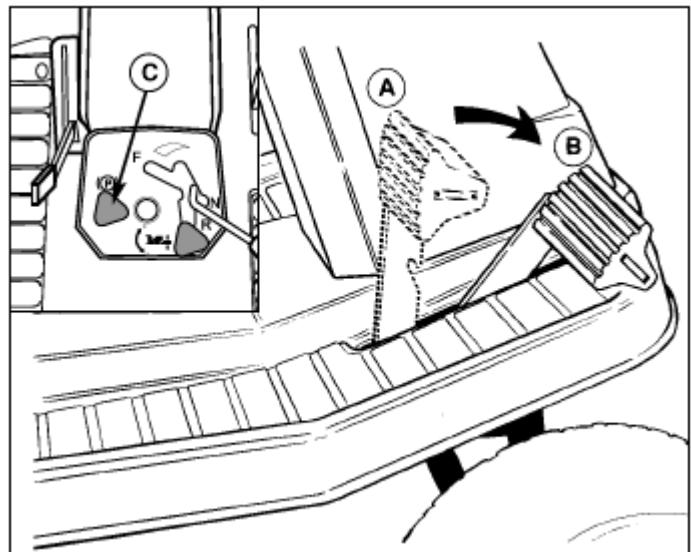

図2 ブレーキペダル
- 図2のAの位置からBの位置までペダルを踏み込むと、トランスミッションドライブが開放され、走行速度調節バーがニュートラルの位置に戻ります。Bの位置に完全にブレーキを踏み込むと芝刈機は停止します。
- 図2のBの位置までペダルを踏み込んで、パーキングブレーキノブ(C)を引っ張り、踏み込んでいたペダルを離すとパーキングブレーキが機能します。